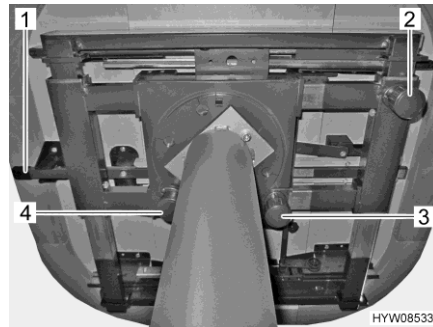
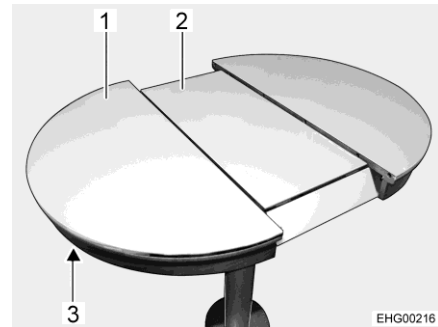

Fig. 88 Opzioni di regolazione sul tavolo
Fig. 89 Allungamento del tavolo
- Premere il tasto (Fig. 88,3) verso il basso e tenerlo in posizione.
- Premere il tasto (Fig. 88,2) verso il basso e tenerlo in posizione.
- Tirare il tasto (Fig. 88,4) del bloccaggio verso il basso.
- Spingere lo sbloccaggio (Fig. 88,1 e Fig. 89,3) verso l'alto.
- Tirare il piano del tavolo (Fig. 89,1), finché l'inserto centrale (Fig. 89,2) non arriva in alto e all'altezza del piano del tavolo.
- Premere lo sbloccaggio (Fig. 89,3) verso l'alto.
- Tirare il piano del tavolo (Fig. 89,1), finché l'inserto centrale (Fig. 89,2) non si libera.